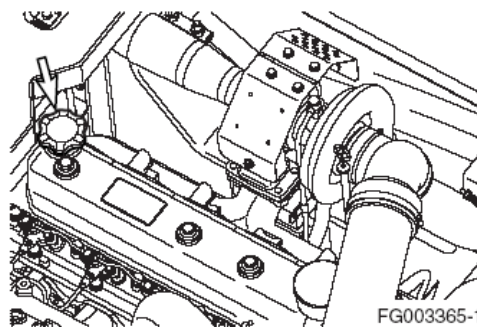

Рис. 51
4. Через заливное отверстие залить в двигатель соответствующее масло (рис. 51). См. таблицу смазочных масел в настоящем руководстве для уточнения рекомендуемого масла с учетом эксплуатационных условий.